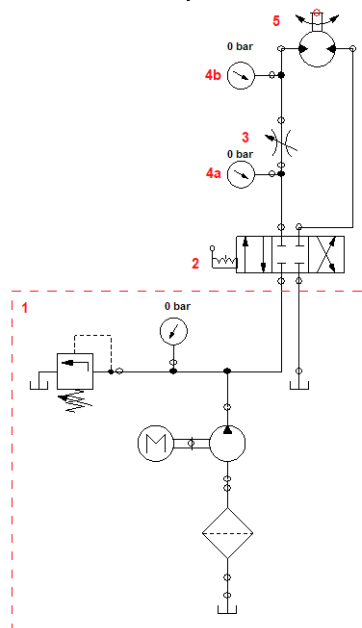

Figure 1
1) Le schéma ci-dessous (**Figure 1**) représente le circuit d'une installation hydraulique utilisée pour commander un moteur
- Dessiner, avec le logiciel, le montage correspondant au schéma ci-dessous (**Figure1**), puis réaliser sa simulation.